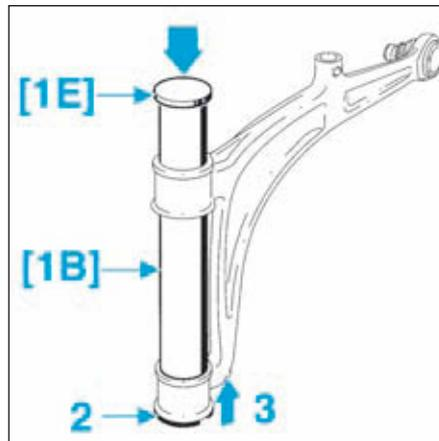

FIG.14
- Maintenir le bras inférieur par la rotule avec l'outil [2] en appui (3) (Fig.14).
- A l'aide d'une presse, déposer le silentbloc inférieur (2) en prenant appui sur le tube [1B] et le flasque [1E].